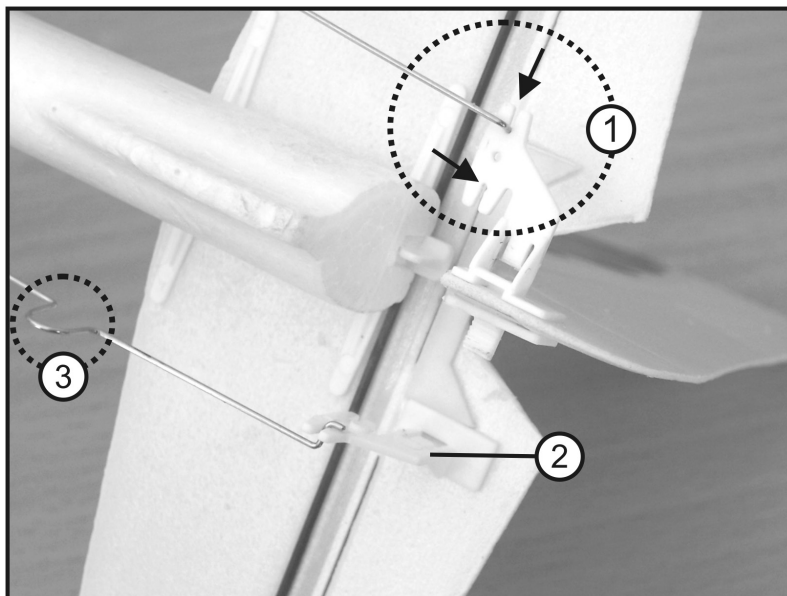

Figura 11
Se impostando il trim sul trasmettitore nella posizione centrale, gli impennaggi verticali e orizzontali non sono perfettamente allineati, è possibile perfezionare l'allineamento del timone di direzione o del timone di quota (come illustrato nella figura 11, pos. 3) con l'ausilio della piegatura del filo di comando. Questa piegatura può essere accentuata o ridotta a seconda delle esigenze. A questo scopo, utilizzare una piccola pinzetta piatta o anche una normale pinzetta e lavorare con la necessaria delicatezza.
→ Nella figura 11 pos. 1 (timone di direzione) o nella figura 11 pos. 2 (timone di quota) è visibile il filo fissato esternamente alla squadretta sul braccio del timone. Per i piloti esperti che desiderano un'escursione maggiore del timone di direzione e di quota, è possibile fissare in posizione interna i rispettivi fili di comando fissati esternamente (vedere la freccia). A questo scopo utilizzare una pinzetta piatta e procedere con cautela per evitare di danneggiare il modello.